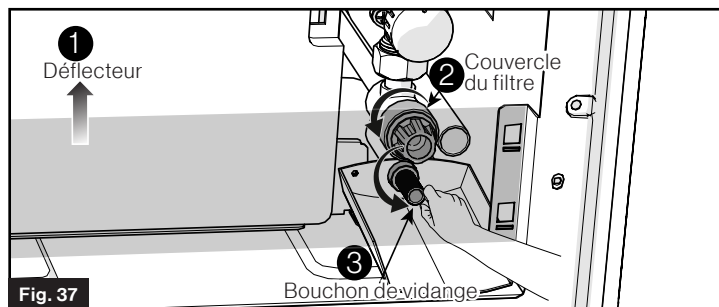

Fig. 37
3. Drainez l'eau du système et du chauffe-eau en retirant le couvercle du filtre et le bouchon de vidange (Fig. 37).